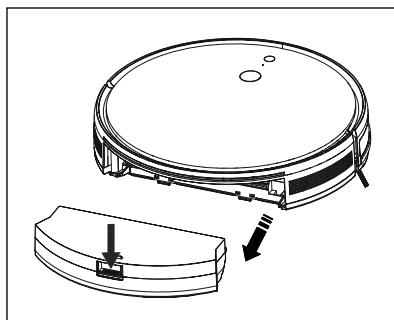

Fig. 7
- ▶ Ne rincez pas le filtre EPA ⑦ à l'eau. Le filtre EPA ⑦ risque d'être endommagé.
- 1) Appuyez sur la touche de déverrouillage ⑮ du bac à poussière ⑮ et tirez-le hors de l'appareil (voir fig. 7).